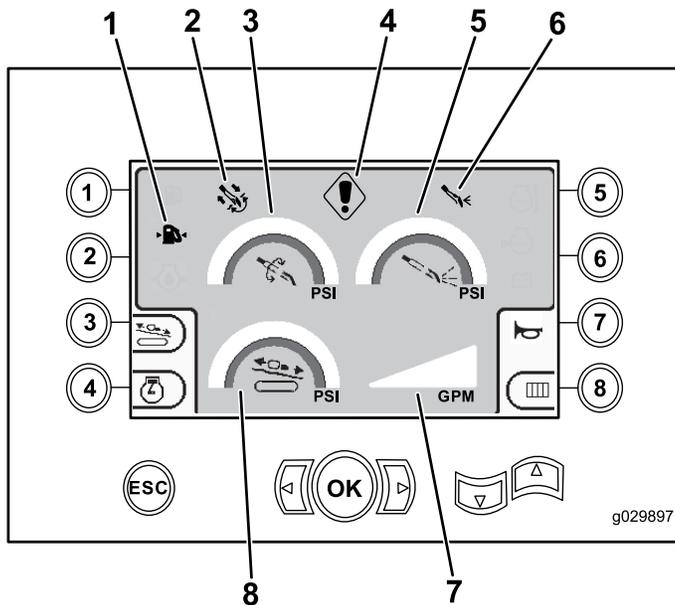

Figure 2
Cet écran indique la pression de rotation en psi, la pression du fluide de forage en psi, la pression du chariot en psi et le débit du fluide de forage en gpm (Figure 2).
- Avertissement de code d'anomalie de forage et/ou de moteur (Figure 2)
- Avertissement de bas niveau de carburant (Figure 2)
- Fluide de forage ACTIVÉ (Figure 2)
- Forage automatique ACTIVÉ (Figure 2)